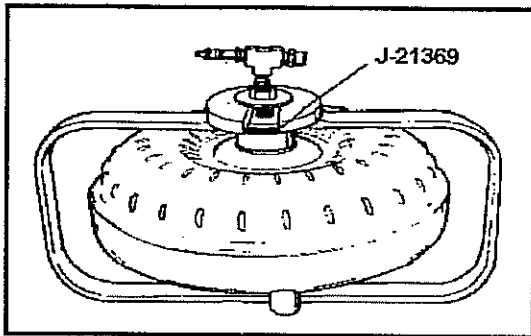

Abb. 10-5 Montage von Spezialwerkzeug J-21369
- Die Stahlbügel wie in Abb. 10-5 gezeigt am Drehmomentwandler montieren.